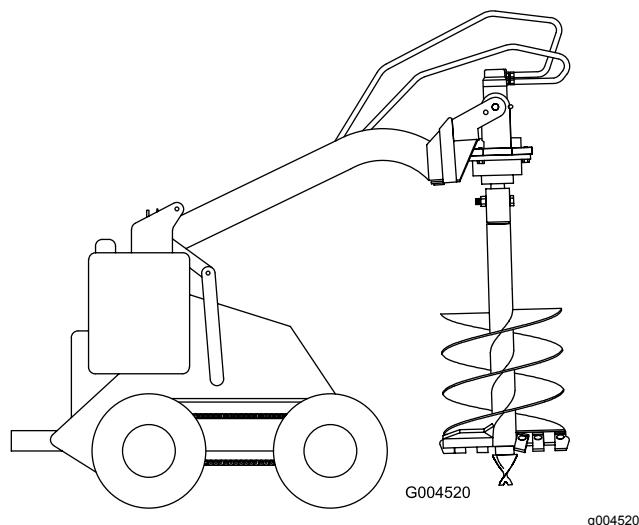

Figura 9
- Sollevate la trivella fino a quando non si stacca da terra (Figura 9).
- Quando la trivella è verticale, inclinate la piastra di fissaggio all'indietro, fino a quando la testata motrice non la tocca, per stabilizzare la trivella ed evitare che oscilli liberamente (Figura 9).
- Sollevate la trivella, allontanandola dal suolo e portandola in posizione verticale (Figura 9).